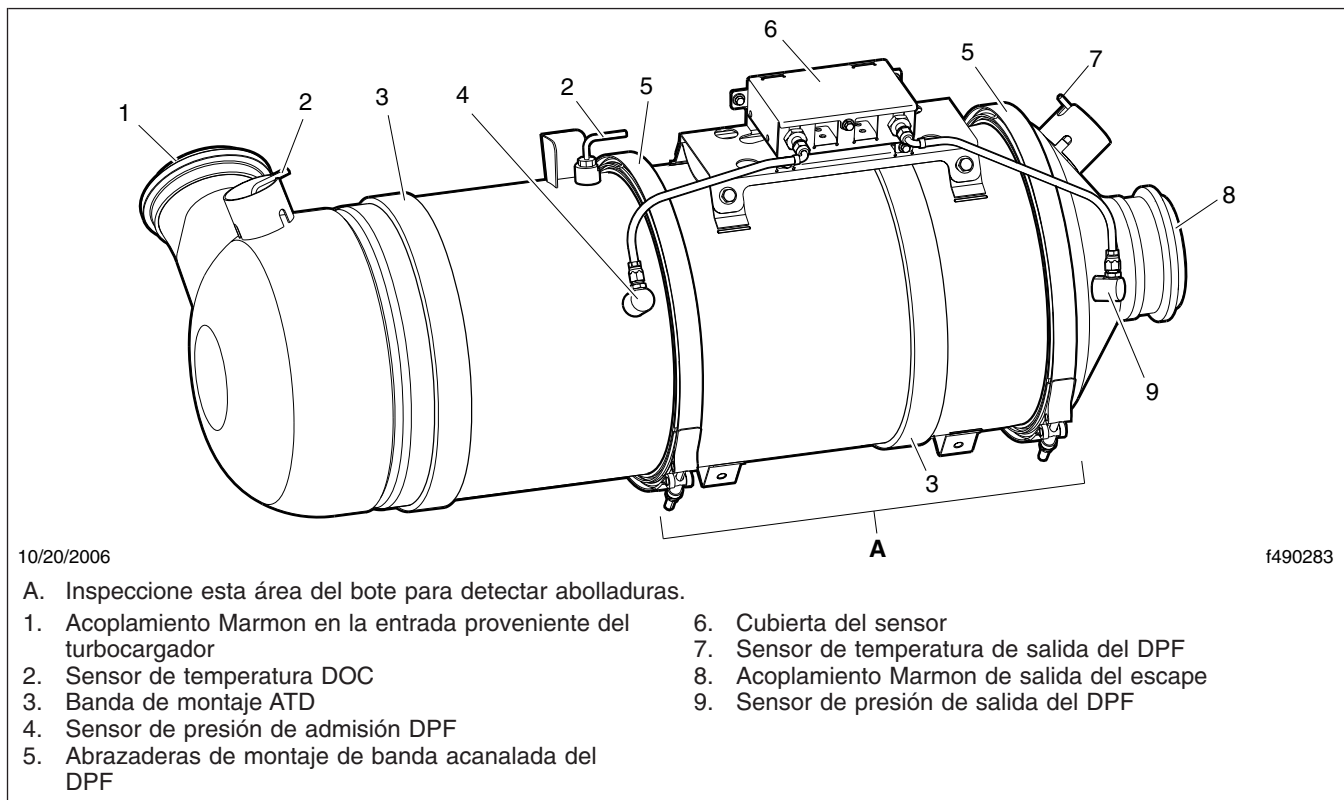

Figura 4, Dispositivo de postratamiento usual EPA07
IMPORTANTE: El aparato de postratamiento (ATD), que es parte del sistema postratamiento (ATS), requiere atención especial durante las inspecciones de mantenimiento programado regular: vea la **Figura 4**. No se permiten fugas en ninguna parte del sistema. Si se detectan discrepancias, consulte las instrucciones de reparación en la documentación de servicio del fabricante del motor.
8. Revise que no haya abolladuras ni otros daños en la superficie exterior del DPF. Vea la Ref. A de la **Figura 4**. Una abolladura de más de 3 pulgadas (76 mm) de diámetro o 1/4 de pulgada (6 mm) de profundidad podría causar daños internos al DPF, ocasionado que éste falle.